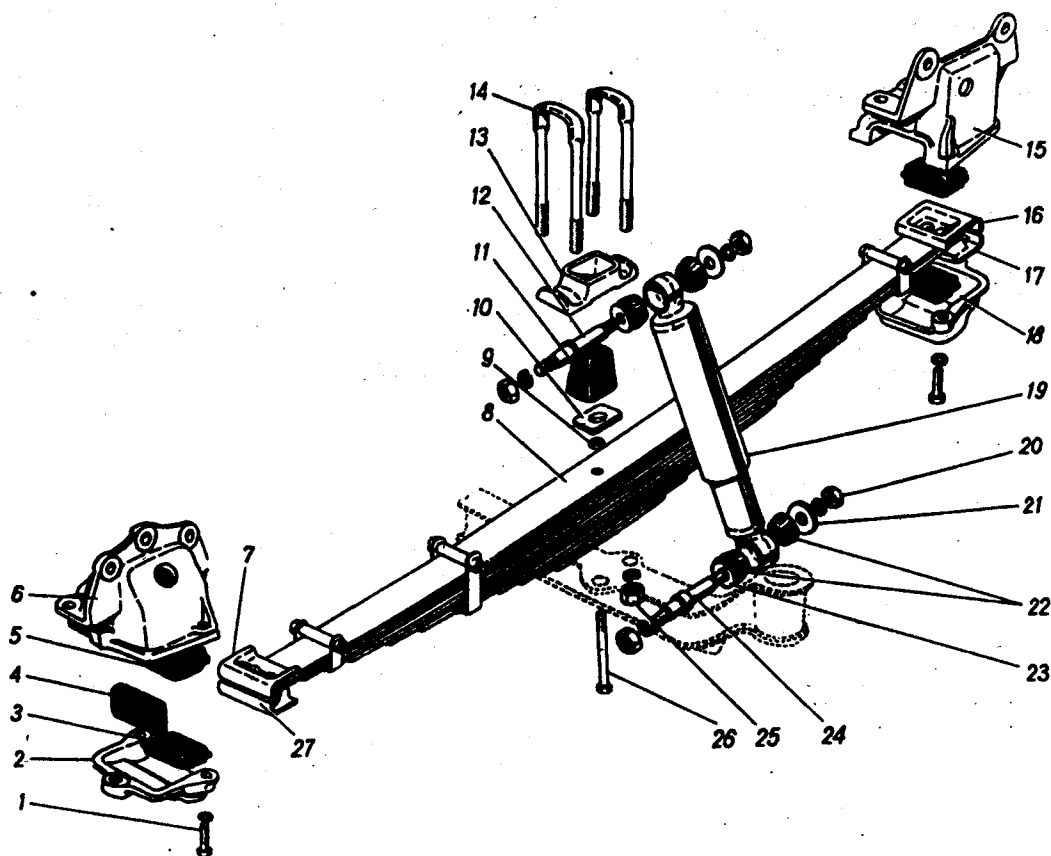
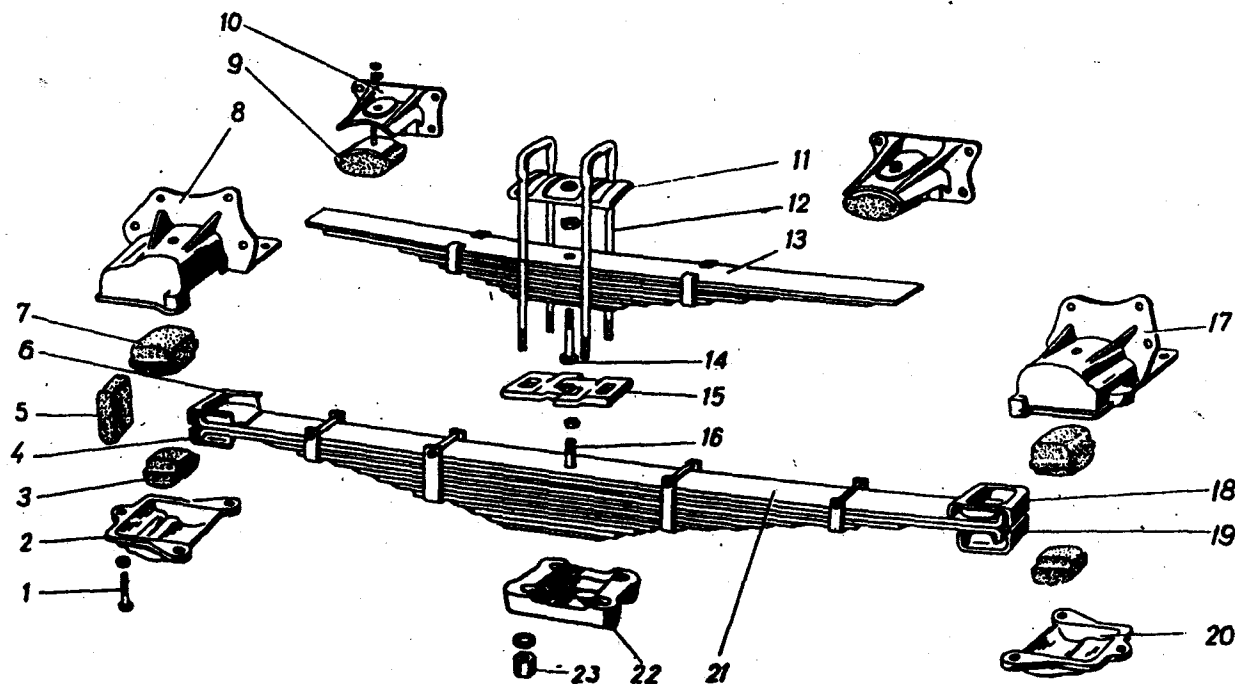

Рис. 46. Передняя подвеска:
Рис. 47. Задняя подвеска:
Подвеска автомобиля выполнена на продольных полуэллиптических рессорах. В передней подвеске (рис. 46) установлены телескопические амортизаторы. Задняя подвеска (рис. 47) имеет дополнительные рессоры. Крепление рессор к раме выполнено на кронштейнах с резиновыми подушками. На концах двух коренных листов приклепаны штампованные чашки. В чашки сверху и снизу вложены резиновые подушки, которые вместе с концами коренных листов крепятся в кронштейнах рамы. В передние кронштейны в специальные гнезда установлены дополнительные упорные подушки, воспринимающие усилия, направленные вдоль автомобиля. Продольное перемещение рессор при прогибах происходит за счет перемещения их задних концов. Концы подрессорников опираются на резиновые опоры, закрепленные болтом в гнездах кронштейнов на раме. Прогибы рессор ограничивают резиновые буферы, установленные в накладках стремянок рессор и на раме над задним мостом.
1. Вложить в чашки 16 и 7 (рис. 46) коренных листов рессоры резиновые подушки.
1. Совместить головку центрального болта 16 (рис. 47) рессоры с отверстием в подушке, приваренной к кожуху заднего моста.
Крепление амортизатора и его устройство показано на рис. 46 и 51.